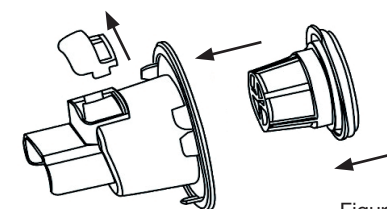

Figure 8
4. Tournez le filtre fin pour l'extraire du pré-filtre (Fig. 8).